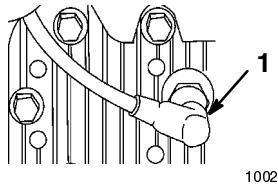

Figure 76
2. Débranchez la bougie (Fig. 76).